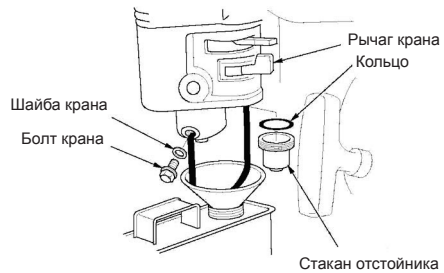

Рис.27 Удаление топлива из бака
1. Поместите подходящую емкость для топлива под карбюратор (Рис. 27), и используйте воронку, чтобы не пролить топливо.